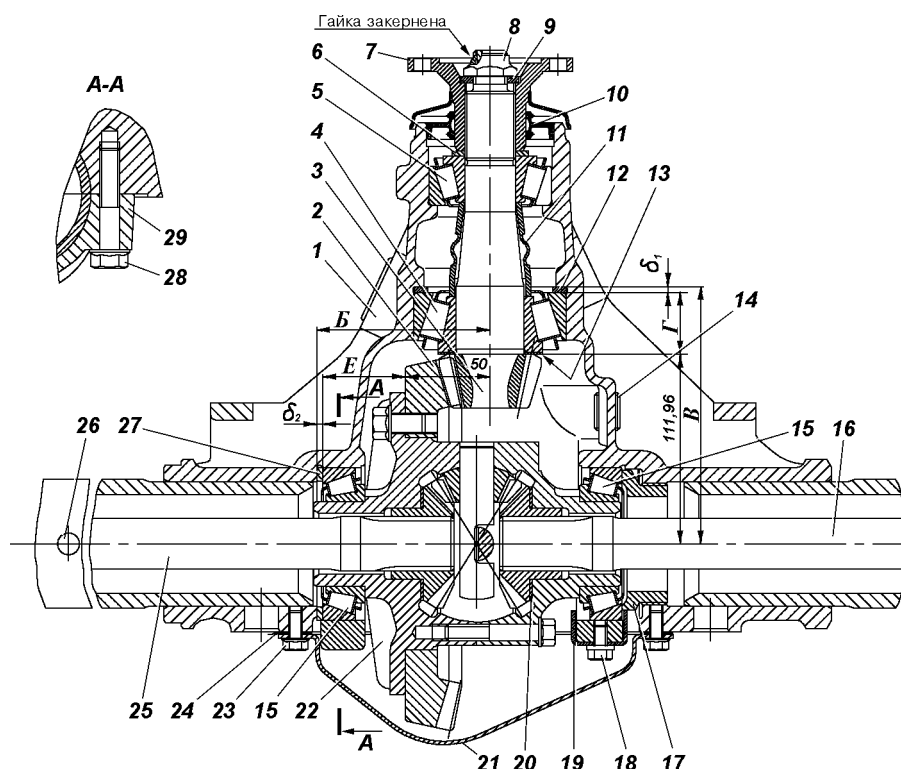
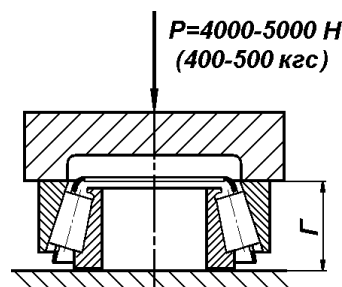
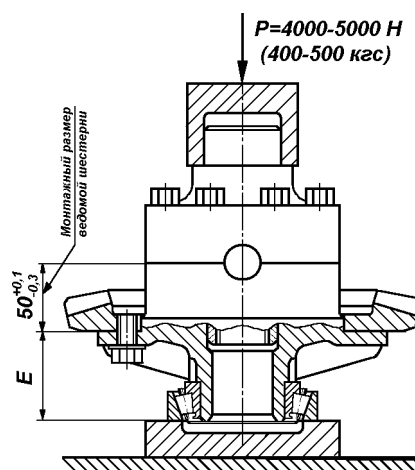

Рис. 9.1. Мост задний:
Рис. 9.8. Замер монтажной высоты подшипника ведущей шестерни главной передачи
Рис. 9.9. Замер установочного размера дифференциала с подшипником
ЗАДНИЙ МОСТ (рис. 9.1)
Для устранения осевого зазора ведущей шестерни необходимо подтянуть гайку 8 (см. рис. 9.1). При этом имейте в виду, что гайка имеет кернение в паз резьбовой части ведущей шестерни и при подтяжке потребуются большее усилие на ключе. Подтяжку гайки производите осторожно до устранения осевого зазора ведущей шестерни, не допуская ее перетяжки, после чего закерните гайку. Если закерненную гайку подтянуть не удастся, то ее следует сначала отпустить на 0,5 - 1,0 оборота, а затем затянуть до устранения осевого зазора и закернить.
2. Отверните болты крепления полуосей и с их же помощью снимите полуоси 16 и 25 (см. рис. 9.1).
Фланец ведущей шестерни. Торец фланца, сопряженный с кольцом 6 (см. рис. 9.1), должен быть гладким. При
1. Подберите регулировочное кольцо 12 (см. рис. 9.1) толщина которого определяется по действительным размерам В и Г, и должна быть равна $\delta_1 = (B - (111,960 + Г))$ мм с точностью $\pm 0,025$ мм. (Размер Г измеряется так, как показано на рис. 9.8.) Установите его в картер 1 (см. рис. 9.1) главной передачи.
При установке новой ведомой шестерни 2 и нового подшипника 15, установленного со стороны ведомой шестерни и упирающегося в регулировочное кольцо 27, измерьте размер Е (рис. 9.9), приложив осевое усилие $P = 4000 - 5000 \text{ Н}$ ($400 - 500 \text{ кгс}$) и прикатав подшипник, чтобы ролики заняли правильное положение. В картере измерьте размер В (см. рис. 9.1) от оси ведущей шестерни до упорного торца подшипника дифференциала. По действительным размерам В, Е и монтажного размера 50 мм ведомой шестерни подберите кольцо толщиной $\delta_2 = (B - (E + 50 \pm x))$ мм с точностью $\pm 0,025$ мм, где x - величина фактического отклонения от монтажного размера 50 мм с соответствующим знаком (плюс или минус), которая нанесена электрографом на торце ведомой шестерни.
Если требуется заменить только подшипник дифференциала, установленного со стороны ведомой шестерни, то следует измерить монтажную высоту подшипника, как указано на рис. 9.8. Если измеренная высота нового подшипника больше или меньше высоты старого подшипника на какую-то величину, то, чтобы не нарушать положение ведомой шестерни, новое регулировочное кольцо 27 (см. рис. 9.1) должно быть